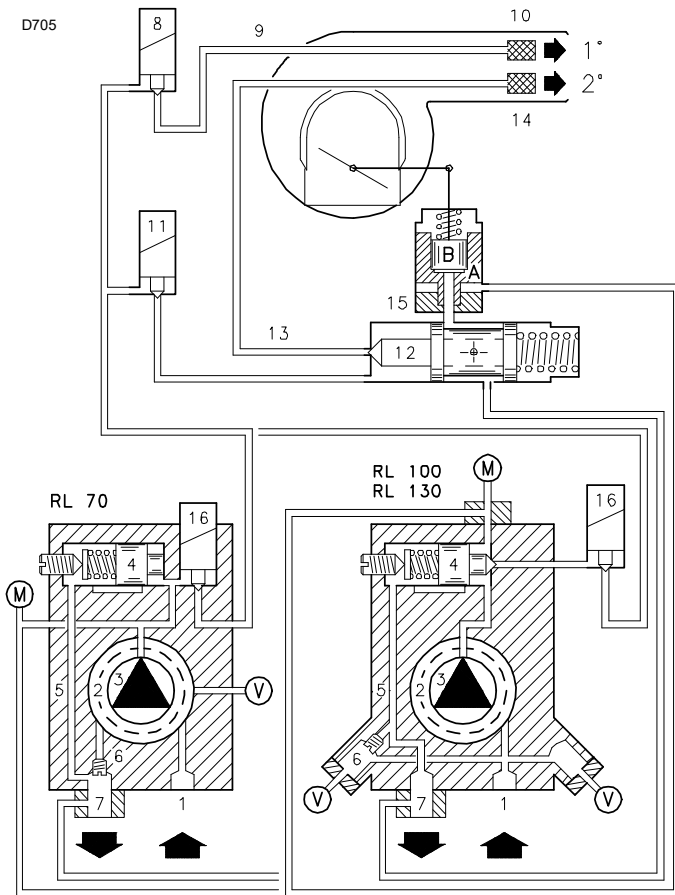

Abb. 28
8.3.1 Anfahren des Brenners (Abb. 27) - (Abb. 28)